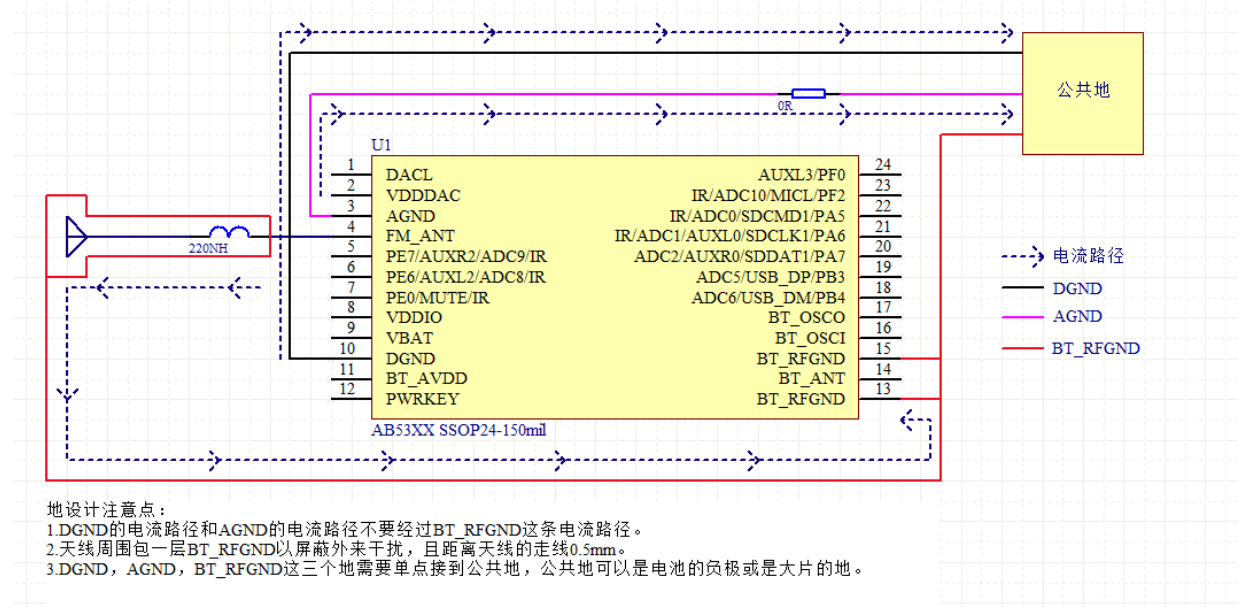

图 1-4
- ② 芯片有 DGND, AGND, BT\_RFGND 的, FM 天线周围用 BT\_RFGND 地包起来, 直接接到芯片 BT\_RFGND 上面, AGND 和 DGND 分别单点接到公共地, 如图 1-4 所示, PCB 设计如图 1-5: